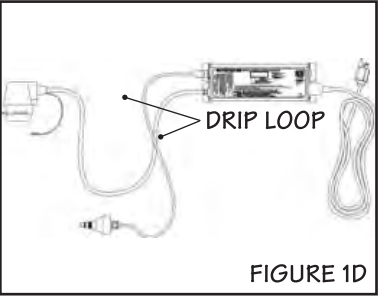

FIGURE 1D
- The ballast should be mounted either above or beside the reactor chamber. Never mount vertically with AC connector at top of ballast to prevent moisture from running down cordage and causing a potential fire hazard. Drip loops in all cordage connected to ballast controller is highly recommended (see figure 1D).
- Le contrôleur devrait être installé au-dessus ou à côté de la chambre du réacteur. Afin d'empêcher que de la condensation s'écoule sur le fil et cause un risque latent d'incendie, ne jamais l'installer à la verticale, le raccord AC sur le dessus. Des boucles d'égoûttement sur tous les fils branchés au contrôleur du ballast sont fortement recommandées (Figure 1D).
4. Fixer le contrôleur Cobalt ICE horizontalement sur le mur, à proximité du réacteur. Idéalement, placer le contrôleur au-dessus du réacteur et à distance de tout branchement de la canalisation d'eau, pour éviter que le contrôleur puisse être arrosé ou mouillé par une éventuelle fuite d'eau ou condensation au niveau d'une connexion. De plus, former une demi-boucle avec le câble d'alimentation électrique, le câble du capteur et le câble de la lampe (Figure 1D), ce qui empêchera que l'eau s'écoule le long d'un câble et s'introduise dans un accessoire électrique ou dans le contrôleur. Fixer le fil vert de mise à la terre sur l'oreille de mise à la terre située en haut du réacteur et bien le serrer à l'aide de l'écran à oreille fourni (Figure 1E).
4. Mount the Cobalt ICE controller horizontally to the wall, near the reactor chamber. Ideally place the controller above the reactor and away from any water connection point, to prevent any water from potentially leaking onto the controller by means of a leak at a connection point or a "sweating" system. Make sure you allow for a "drip-loop" (Figure 1D) on the lamp, sensor and power cord, again, to prevent any water from potentially entering the controller. Affix the green ground wire to the grounding lug at the top of the reactor vessel and securely fasten with the lugnut provided (Figure 1E).